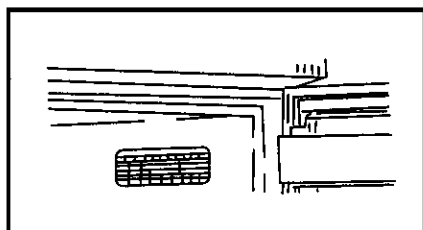

Рис.2
**R** - Прибор соответствует требованиям ЕЭС (Европейского Экономического Союза) - директива № 82/499 касается подавления радио и телепомех. На правой внутренней стенке холодильной камеры находится наклейка, на которой даются технические характеристики и серийный номер прибора (рис. 2).
Перед подключением в электросеть убедитесь в том, что данные на табличке соответствуют данным электрической сети. Табличка установлена внутри холодильной камеры прибора в правом верхнем углу для модификации В-40, и внизу для модификации Е-40. (рис. 2).